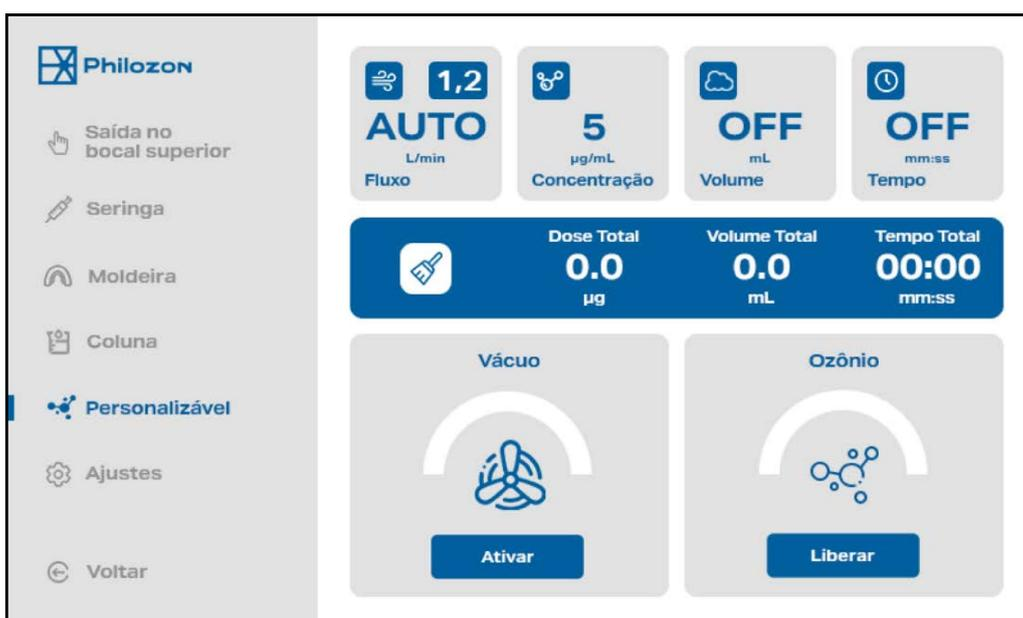
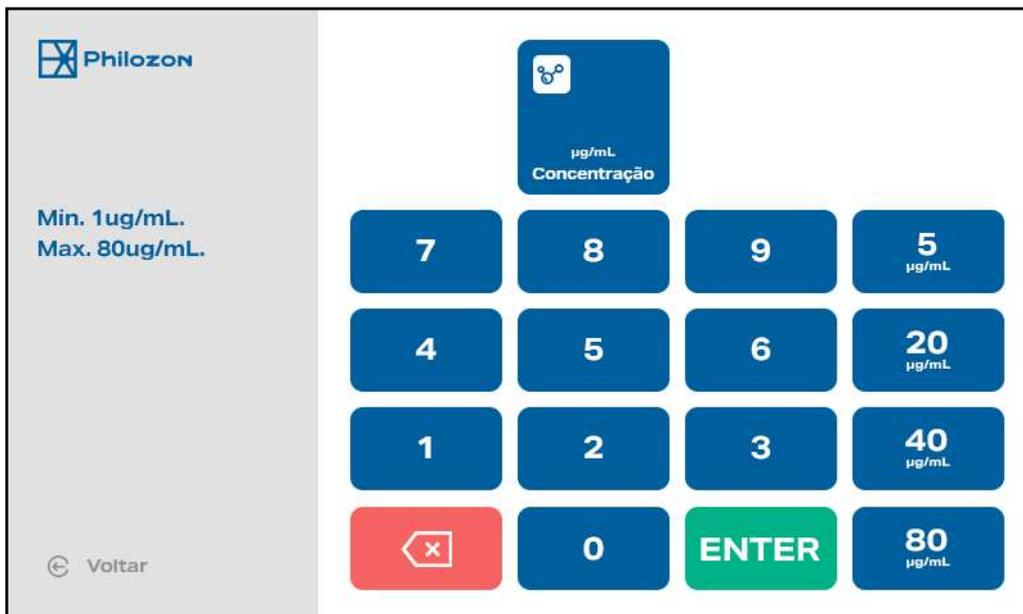

Figura 19 - Tela modo personalizável
Figura 23 - Tela modo concentração
b) Concentração: Proporciona a seleção da concentração de ozônio desejada, sendo o mínimo 1 µg/mL e máxima 80 µg/mL (Figura 19). Ajustado nos seguintes fluxos: 0,2 – 0,4 – 0,6 – 0,8 – 1,0 -1,2 L/min (Figura 23).